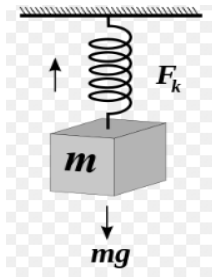

Figura 1: Ley de Hooke
1. Con el resorte colgado de manera vertical como muestra la Figura 1 y con ayuda de una regla milimetrada o cinta métrica, determinar su longitud natural x_0 , ésta es la que tiene cuando no está sometido a ningún esfuerzo.